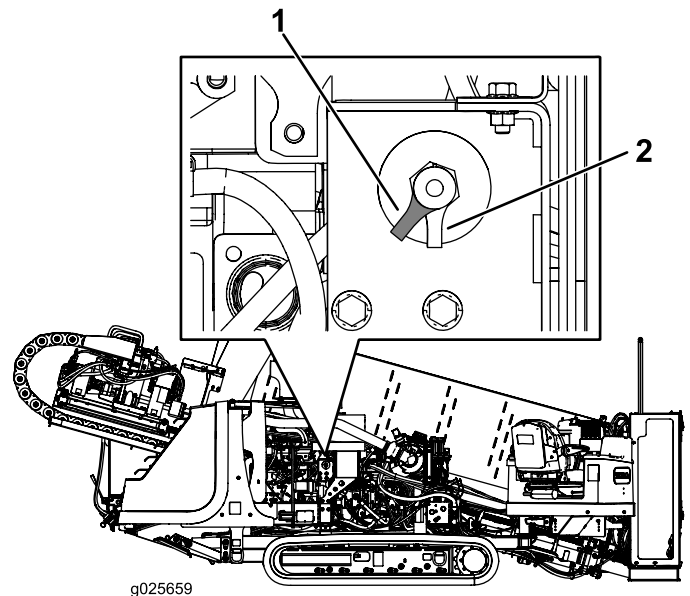

Bild 49
- Um die Maschine mit Strom zu versorgen, drehen Sie den Trennschalter der Batterie nach rechts in die Ein-Stellung (Bild 49).
- Um die Stromzufuhr zur Maschine zu unterbrechen, drehen Sie den Trennschalter der Batterie nach links in die Aus-Stellung (Bild 49).